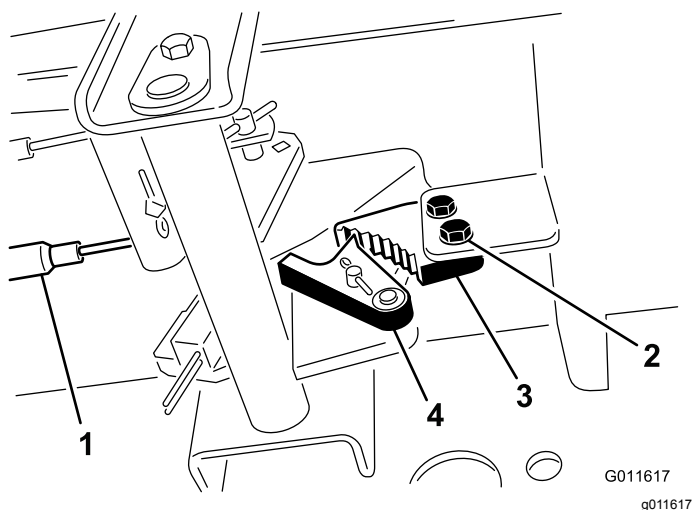

図 68
1. 駐車ブレーキのツメをフレームに固定しているネジ2本をゆるめる(図 68)。
2. ブレーキのツメが戻り止めに完全に掛かるまで駐車ブレーキペダルを前に踏み込む (図 68)。